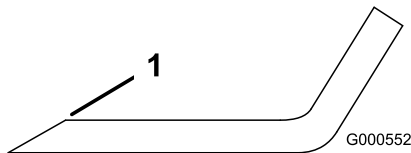

Figura 60
- Utilice una lima para afilar el filo de corte en ambos extremos de la cuchilla (Figura 60).
**Nota:** Si la cuchilla no está equilibrada, rebaje algo el metal en la parte de la vela solamente (Figura 60).